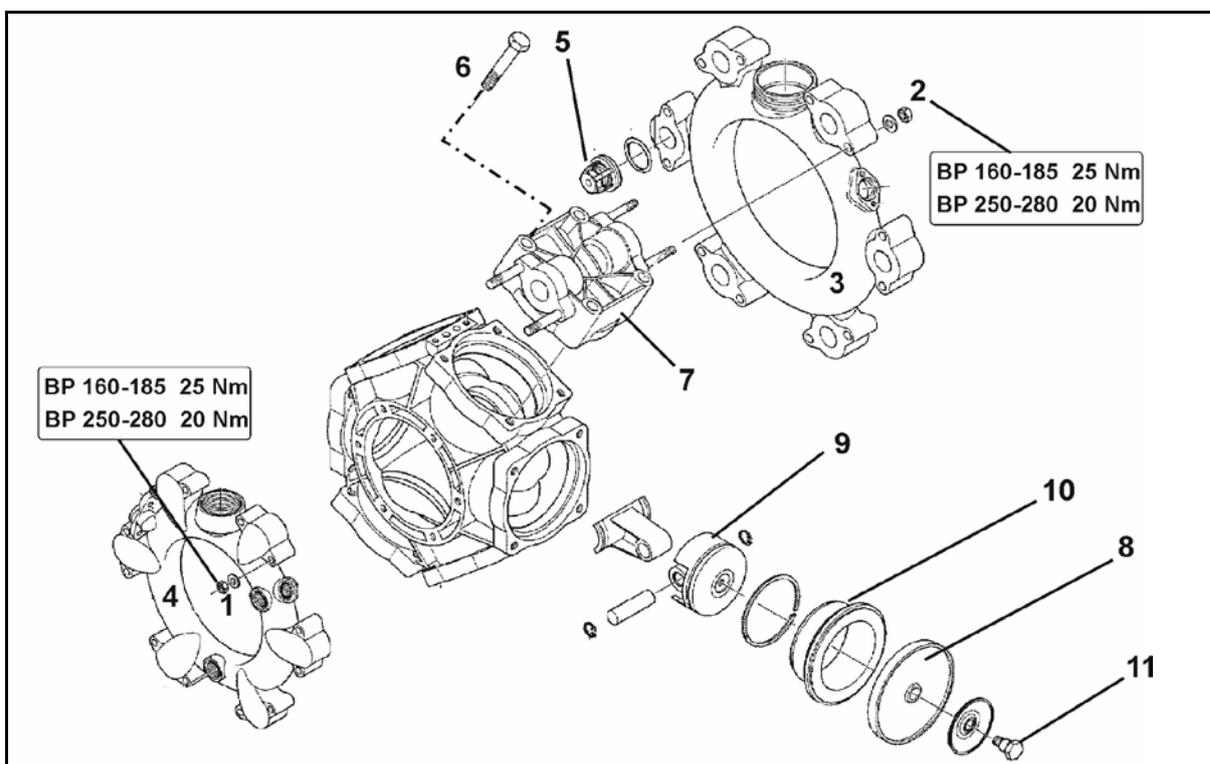

Fig. 193
2. Suelte los tornillos (Fig. 193/1).
3. Retire la tapa de la válvula (Fig. 193/2).
4. Extraer los grupos de válvulas (Fig. 193/3).
5. Retirar Anillo de cierre de la válvula (Fig. 193/4) y la junta tórica (Fig. 193/5).